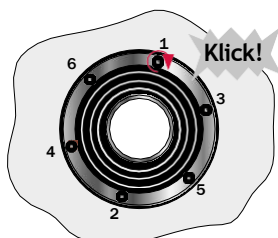

Bild 5
- Dichteinsatz an den DrehmomentKontrollMuttern schrittweise, mit jeweils 1 -2 Umdrehungen, über Kreuz anziehen (Bild 5). Das richtige Drehmoment ist durch die DrehmomentKontrollMuttern vorgegeben und erreicht, wenn der erste Widerstand hör- und spürbar überschritten ist.